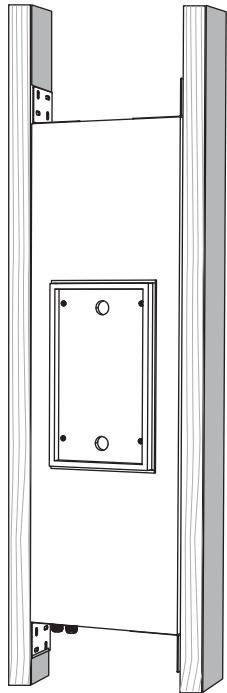

Fig. 2 Instale a lata traseira nos suportes
4. Com a ajuda de um assistente, levante cuidadosamente a lata posterior entre os suportes (Fig. 2), com a entrada do cabo na parte inferior.